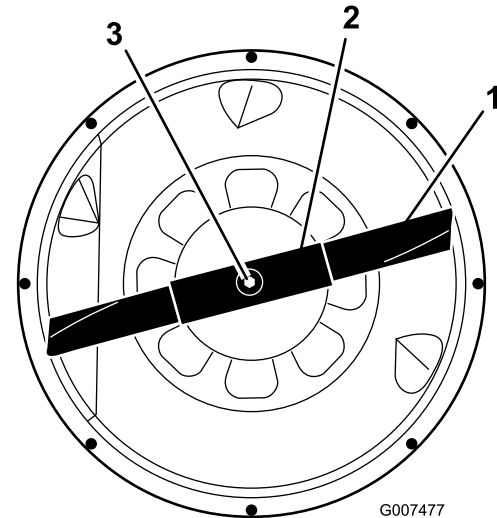

Figura 33
della lama, la rondella curva, il rinforzo e la lama (Figura 33). Potete inserire un blocco di legno tra la lama e il tosaerba per bloccare la lama durante la rimozione del bullone.
1. Montate la lama, il rinforzo, la rondella curva e il bullone della lama (Figura 33).